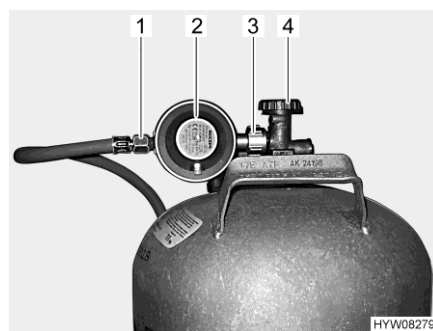

Fig. 95 Raccord bouteille de gaz
- Fermer le robinet principal (Fig. 95,4) de la bouteille de gaz. Observer le sens de la flèche.
- Maintenir le régulateur de pression du gaz (Fig. 95,2) et ouvrir la vis moletée (Fig. 95,3) (en général filetage à gauche).
- Retirer le régulateur de pression du gaz avec la lyre (Fig. 95,1) de la bouteille de gaz.
- Placer le régulateur de pression du gaz (Fig. 95,2) avec la lyre (Fig. 95,1) sur la bouteille de gaz et serrer la vis moletée (Fig. 95,3) (en général filetage à gauche). **Ne pas** serrer trop fort.